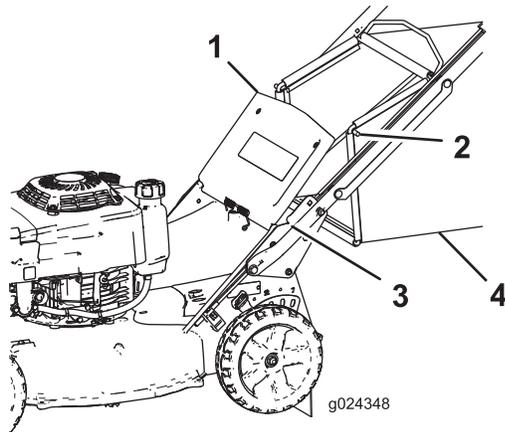

Figura 18
2. Levante y sujete la puerta trasera (Figura 18).
4. Inserte los extremos de la varilla de la bolsa en las muescas de la base del manillar, y mueva la bolsa hacia adelante y hacia atrás para verificar que los extremos de la varilla están asentados en el fondo de cada muesca (Figura 18).
3. Retire la varilla de la bolsa de recogida de las muescas de la base del manillar (Figura 18).